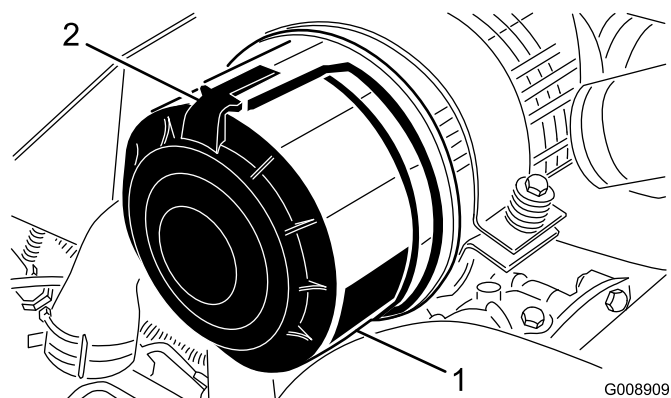

Bild 42
1. Lösen Sie die Laschen, mit denen die Abdeckung am Luftfilterkörper befestigt ist (Bild 42).